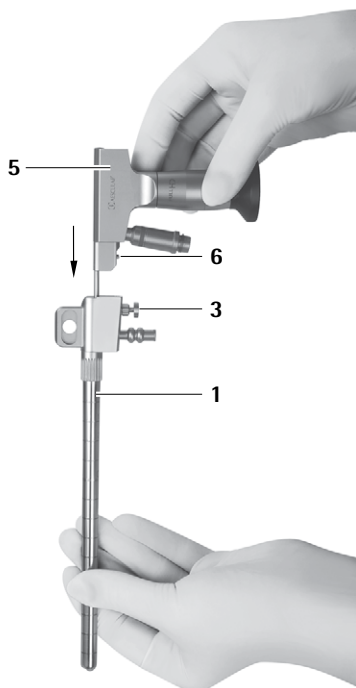

Fig. 2
- Bloccare l'endoscopio 5 nel trocar MINOP InVent 1, vedere Fig. 2.